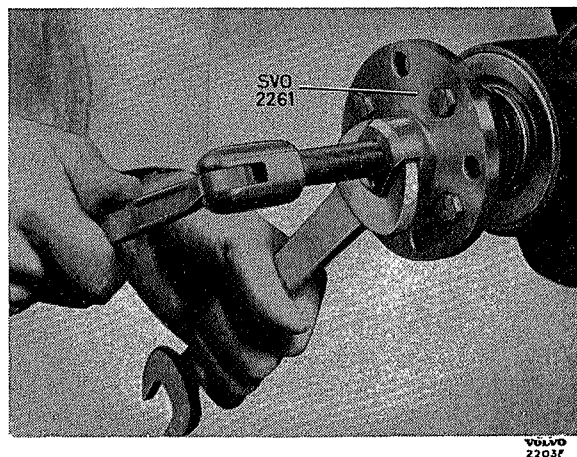
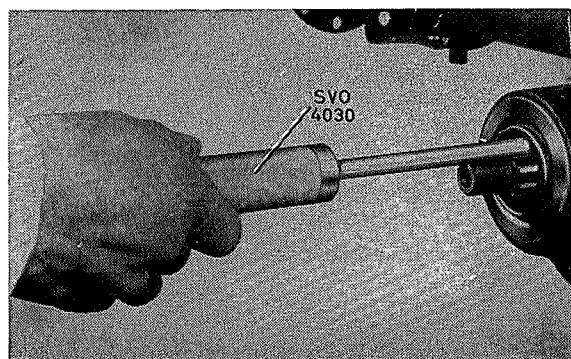

Fig. 4-90. Demontage van de flens
Fig. 4-91. Het verwijderen van de oliekeerring
2. Verwijder de moer van de flens. Gebruik hiervoor sleutel SVO 2409 om tegen te houden. Trek er de flens af met trekker SVO 2261, zie Fig. 4-90. Trek er de oude oliekeerring uit met SVO 4030, zie Fig. 4-91.
7. Draai het ashuis om en laat de olie eruit in een bak lopen. Verwijder de moer van de flens. Gebruik om tegen te houden SVO 2409. Trek de flens eraf met trekker SVO 2261, zie Fig. 4-90. Pers de pignion eruit.